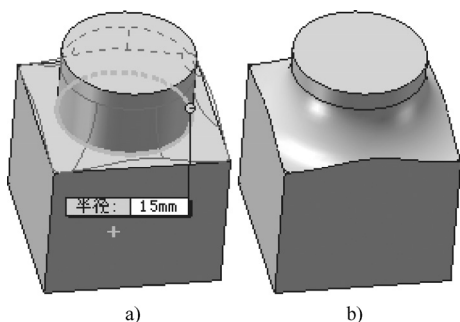

图 4-45 “保持曲面”复选框的作用
- 保持曲面: 选择此复选框后,圆角边线将调整为连续和平滑,而模型边线被更改以与圆角边线相匹配,如图 4-45 所示。